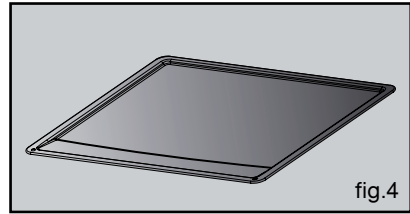

fig.4
• **Plat multi usages 5 mm (fig.4)**
- Si nécessaire, retirez l'ensemble des glaces intérieures de la porte. Cet ensemble est composé d'une ou deux glaces selon modèle avec à chaque coin une butée caoutchouc noire (fig.4).